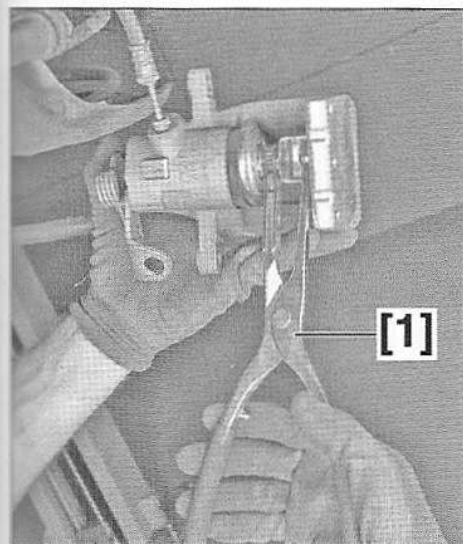

FIG.20
- Repousser le piston au fond de son logement en le faisant tourner, dans le sens horaire, à l'aide de l'outil [1] (Fig.20).